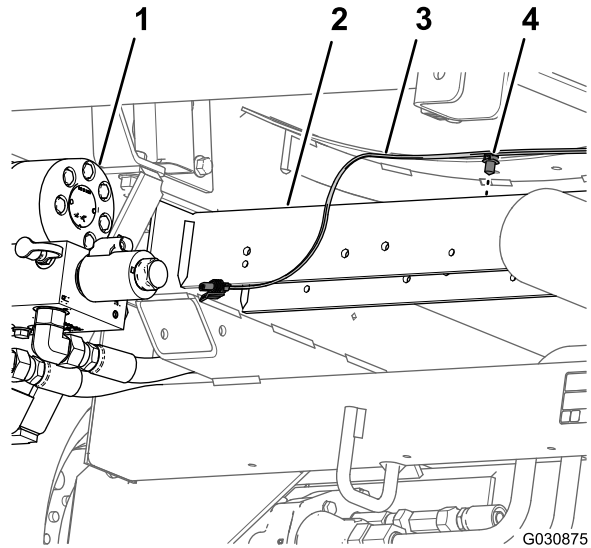

Bild 41
6. Entfernen Sie den Tannenbaumanker, mit dem der hintere Kabelbaum (Bild 41) in den Löchern im hinteren Querrohr (hinter den hydraulischen Antriebsmotoren) befestigt ist.